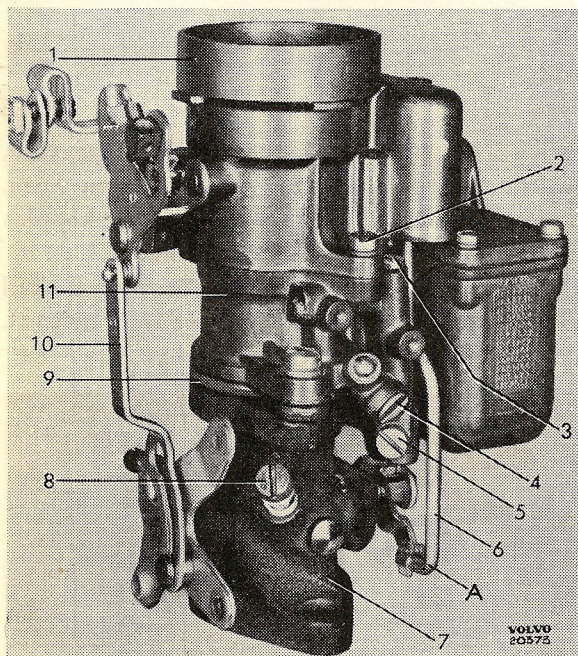

Bild 87.
Koppla av förbindelselänk (10 bild 87) och förbindelsestång (6). Lossa luftintaget (överdelen) (1) från flottörhuset (mellandelen) (11) samt därefter de fyra skruvar, som hålla flottörhuslocket, och lyft bort detta. Tag isär mellandel (11) och underdel (7). Skruva ur luftskruven (8), propp för huvudmunstycket (4) samt för tomgångsmunstycket (2 stycken 3 o. 5).
Justering utföres genom att böja förbindelsestängen vid A bild 87.